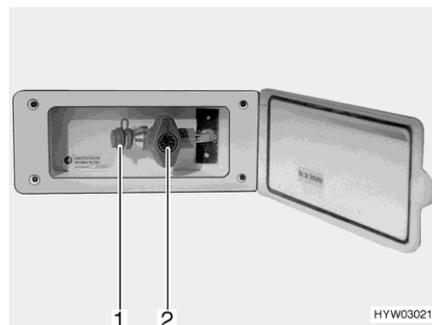

Bild 193 Externer Gasanschluss
- Externes Gasgerät an der Anschluss-Stelle (Bild 193,1) anschließen.
- Das Gasabsperrentil (Bild 193,2) öffnen.